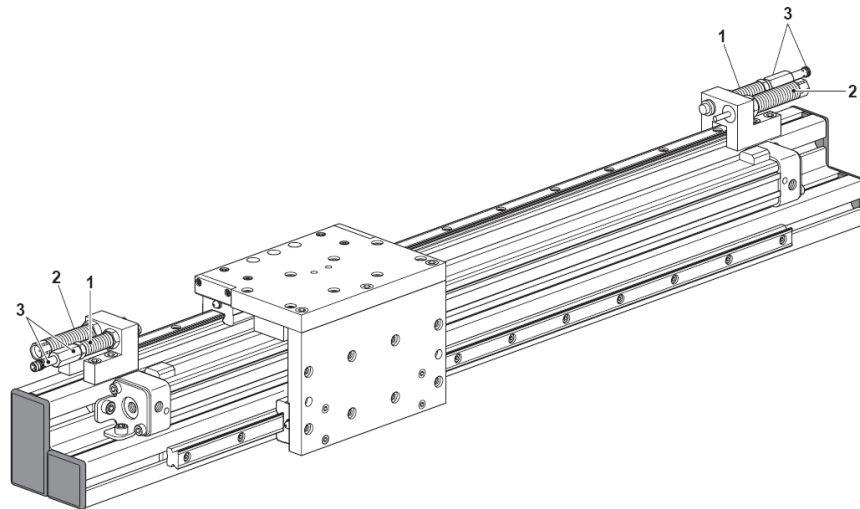

Abb. 20 Einstellung Anschlagschrauben PMP Version 01
3. Hublänge mittels Anschlagschrauben (Abb. 20, 1) einstellen (⇒ Kap. 6.6).
4. Stossdämpfer (Abb. 20, 2) einstellen (⇒ Kap. 6.7).
5. Initiatoren (Abb. 20, 3) montieren (⇒ Kap. 6.8).